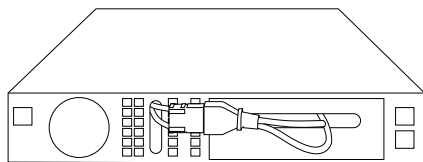

Рис. 3-8. Подключение внутренних аккумуляторных батарей ИБП
2. Подключите разъем внутренней аккумуляторной батареи (см. Рис. 3-8).